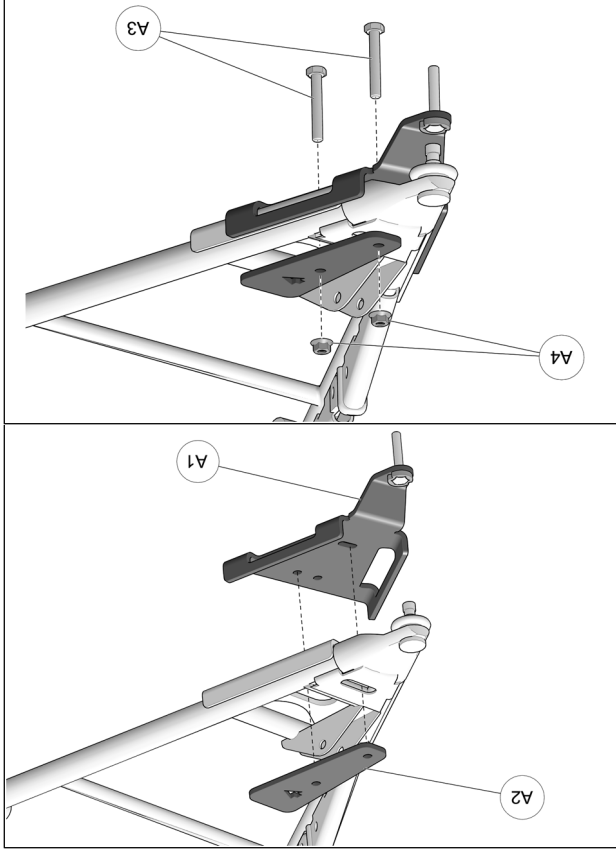

Fig. 12
6. Positionner la partie inférieure de l'ancrage (A1) sous le bras de suspension inférieur. Placer la partie supérieure (A2) au-dessus du bras de suspension de façon à ce que les trous de la partie supérieure s'alignent avec ceux de la partie inférieure. Insérer les boulons M10x70mm (A3) par le dessous de l'ancrage et assembler les deux parties avec les écrous (A4) fournis. Serrer l'assemblage à un couple de 50 N•m [37 lb•pi]. Voir la Fig. 12